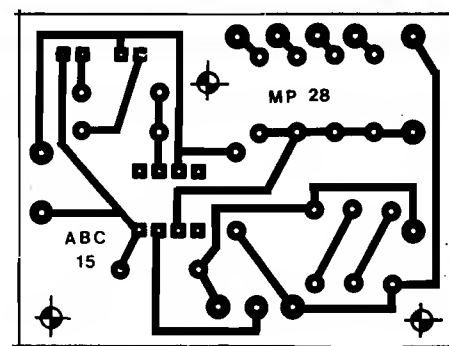

Fig.4
- FIG. 4 - CIRCUITO IMPRESSO ESPECÍFICO (ESCALA 1:1) - O lay out do padrão cobreado de ilhas e pistas é visto na figura em tamanho natural, de modo que o Leitor/"Aluno" possa copiar diretamente... Levar em conta as diversas advertências e conselhos dados na presente "Aula" (e também nas anteriores), quanto aos cuidados que se deve ter na traçagem, corrosão, limpeza e utilização final (soldagem) dos Circuitos Impressos, notadamente naqueles que servirão de substrato para montagens com Integrados (cujas "perninhas", em grande